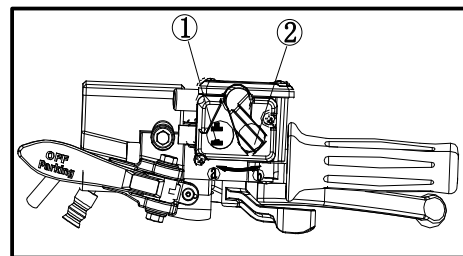

Рис.2 Флажок ② в положении ④
Переключатель блокировки дифференциала переднего моста "LOCK" / "4WD" Рис.2 поз. ①